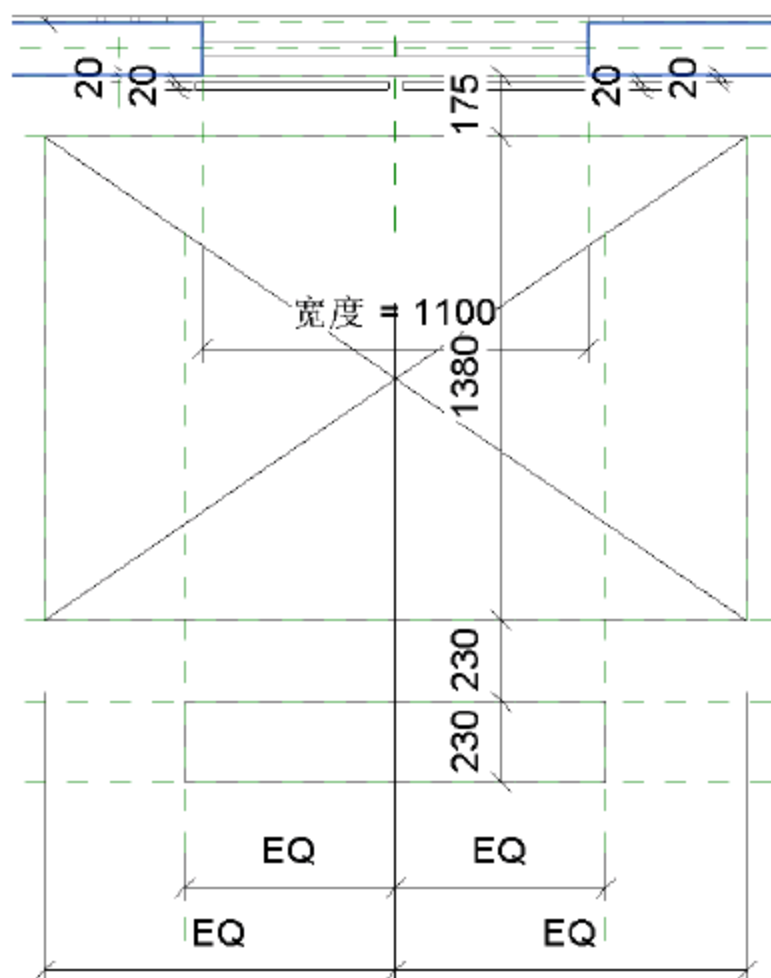

图 8.4.38 标注电梯平面图尺寸
(13) 标注电梯平面图尺寸。按快捷键 **D+I** 如图 8.4.38 所示标注出电梯平面图尺寸。这样标注之后的族，在插入到 Revit 中不会出现位移等状况。